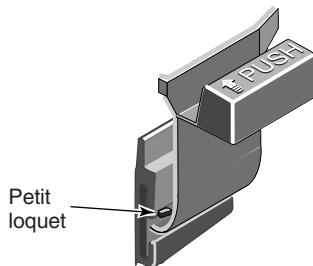

Figure 7 – Verrou de sécurité
VERROU DE SÉCURITÉ (voir la Figure 7)
1. Appuyer sur le petit loquet qui se trouve derrière le verrou de sécurité et chasser le verrou ou taper dessus pour le sortir de l'encoche en «tê» du réservoir (voir la Figure 7).